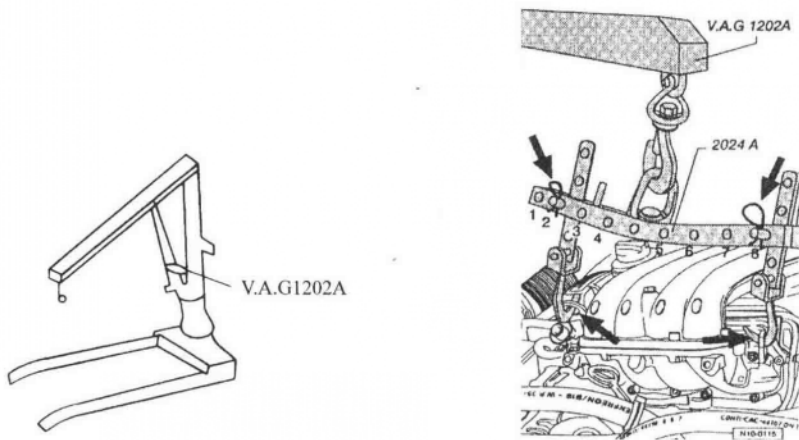

图 1-12 安装吊架
(36) 旋下发动机与变速器的紧固螺栓，留下一个螺栓定位。
(37) 如图 1-12 所示，使用小吊车 V.A.G1202A 和发动机吊架 2024A 吊住发动机的吊耳。